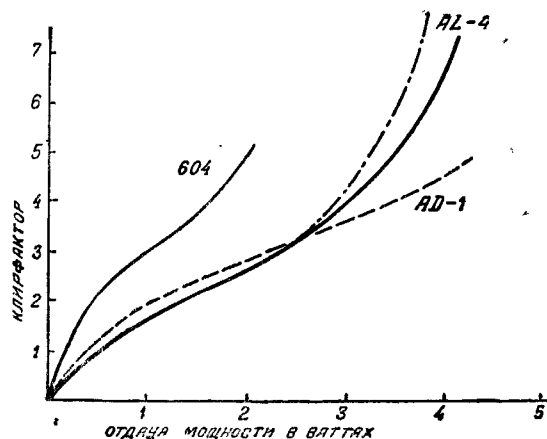

Рис. 1. Сравнительные кривые различных ламп
2. Были разработаны и выпущены новые оконечные пентоды с высокой крутизной по типу английских. В германском пентоде типа AL-4 (4-вольтовой подогревной серии) $S = 9 \text{ mA/V}$, т. е. такое же, как и в английских современных пентодах. Немцы произвели очень тщательные исследования условий работы приемников с этими новыми лампами. Результаты этих измерений небезынтересны; они лишний раз подтверждают сравнительные достоинства пентодов. Некоторые из результатов этих измерений приводятся на рис. 1, на котором показаны кривые зависимости величин клирфактора от отдаваемой мощности в ваттах для пентода AL-4, для триода 604, совершенно подобного нашему триоду УО-104, и для нового триода AD-1 с большой крутизой $S = 6 \text{ mA/V}$, выпущенного в этом году. Кривые 1, 2 и 3 сняты при независимом смещении (от отдельной батареи). Пунктирная кривая показывает ту же зависимость для пентода с автоматическим смещением.